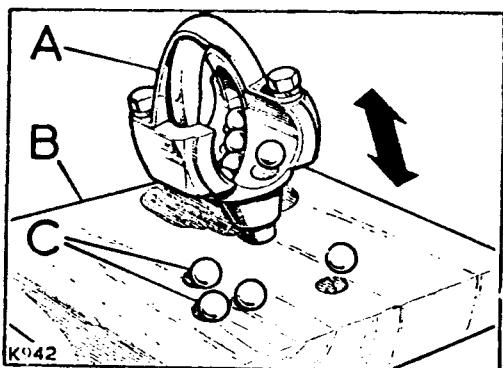

Fig. G1-50.- Extracción de las bolas circulantes
1.8.- Extraer las doce bolas, C (Fig. G1-50), de 3/8" de diámetro que van alojadas en la tuerca y conducto circundante, golpeando la parte superior de la tuerca sobre taco de madera, B.